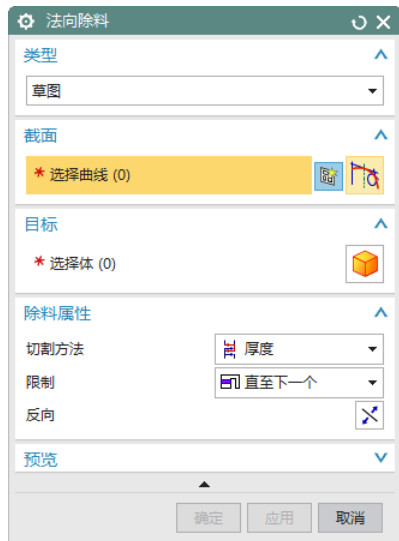

图 10-57 “法向除料”对话框
(1) 选择“菜单(M)”→“插入(S)”→“切割(T)”→“法向除料(N)”，或者单击“主页”选项卡“特征”面组上的“法向除料”按钮, 打开如图 10-57 所示“法向除料”对话框。设置“切割方法”为“厚度”，“限制”为“直至下一个”。
页”选项卡“特征”面组上的“法向除料”按钮, 打开如图 10-57 所示“法向除料”对话框。设置“切割方法”为“厚度”，“限制”为“直至下一个”。
(1) 选择“菜单(M)”→“插入(S)”→“切割(T)”→“法向除料(N)”，或者单击“主页”选项卡“特征”面组上的“法向除料”按钮，打开如图 10-57 所示“法向除料”对话框。设置“切割方法”为厚度，“限制”为值，勾选“对称深度”复选框，输入深度为 30。
(2) 单击“绘制截面”按钮，打开“创建草图”对话框。在视图区选择 XC-ZC 平面为草图工作平面。